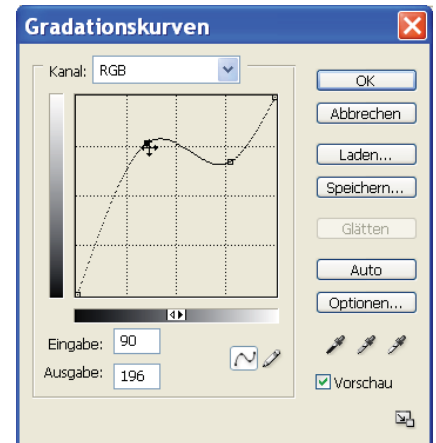
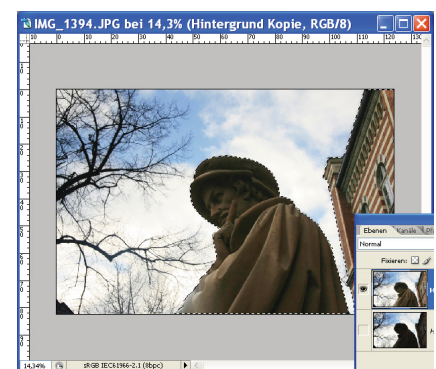

Abb. 11-65: Gradationskurve angepaßt
Abb. 11-66: Ergebnis der Gradationsänderung
Die Tonwertverteilung eines Bildes zwischen Lichtern und Tiefen nennt man Gradation. Mit der Anpassung der Gradationskurve (Abb. 11-65) - im Normalfall eine Gerade - ist eine differenzierte Korrektur der Tonwerte in begrenzten Tonwertbereichen möglich.
- Auf die Kurve werden Ankerpunkte gesetzt (Abb. 11-65) und so die Tonwertkorrektur örtlich begrenzt. Oft reichen ein oder zwei Punkte bereits aus. Durch Verschieben der Ankerpunkte nach oben oder unten werden Bildbereiche dunkler oder heller. Eine S-Kurve führt häufig zu guten Resultaten (Abb. 11-66).